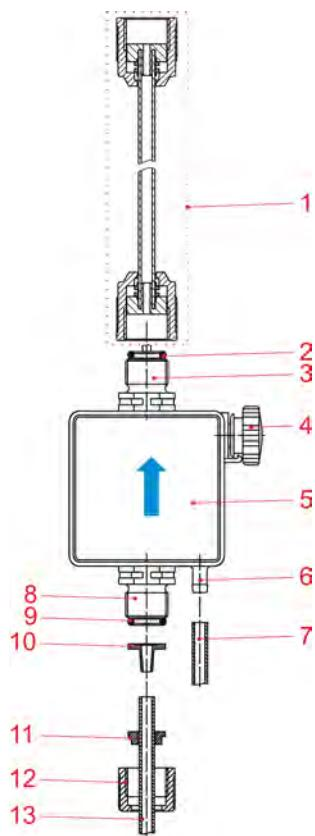

Fig. 8 : Installation hydraulique
S'assurer lors du raccordement des conduites d'aspiration et de refoulement que les joints toriques (Fig. 8 , repères 2 et 9) sont montés sur les raccords afin d'obtenir l'étanchéité nécessaire.
1. ➔ Poser le joint torique (Fig. 8 , repère 2) dans la rainure de la soupape.
4. Monter la conduite de dosage ainsi confectionnée (Fig. 8 , repère 1).
5. Poser le joint torique (Fig. 8 , repère 2) dans la rainure de la soupape et serrer l'écrou-raccord.
2. Faire coulisser l'écrou-raccord (Fig. 8 , repère 12) et la pièce de serrage (Fig. 8 , repère 11) sur le flexible.
3. Enfoncer l'écrou-raccord et la pièce de serrage jusqu'à la collette de butée sur la pièce conique (Fig. 8 , repère 10).
4. Poser le joint torique (Fig. 8 , repère 9) dans la rainure de la soupape.